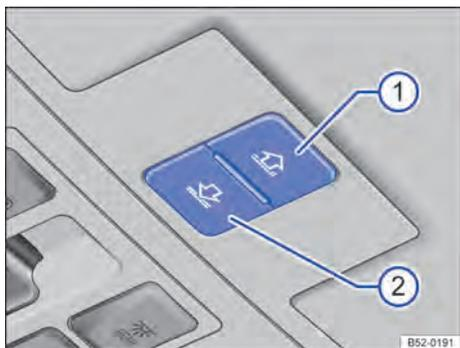

Fig. 37 No revestimento do teto: botões para a cortina de proteção solar.
Função	Ação ⇒ Fig. 37
Os botões ⇒ Fig. 37 ① e ② são de 2 níveis. No 1º nível, a cortina de proteção solar pode ser totalmente ou parcialmente aberta ou fechada.
- *Cortina de proteção solar*: dentro de aproximadamente 5 segundos após a liberação do limitador de força, pressionar o botão ⇒ Fig. 37  o tempo necessário até que a cortina de proteção solar esteja completamente fechada.